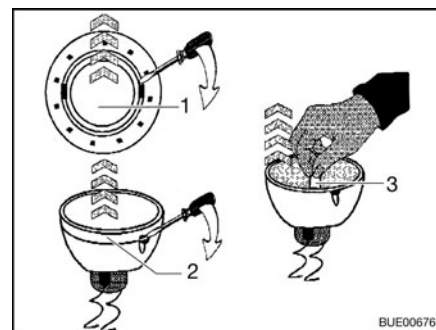

Fig. 185 Remplacer l'ampoule halogène
- Desserrer la bague de recouvrement intérieure (Fig. 185,1) du boîtier avec un tournevis.
- Défaire la bague de recouvrement avec le panneau en verre (Fig. 185,2) de la partie inférieure de la lampe halogène encastrée à l'aide d'un tournevis.
- Retirer l'ampoule halogène (Fig. 185,3).